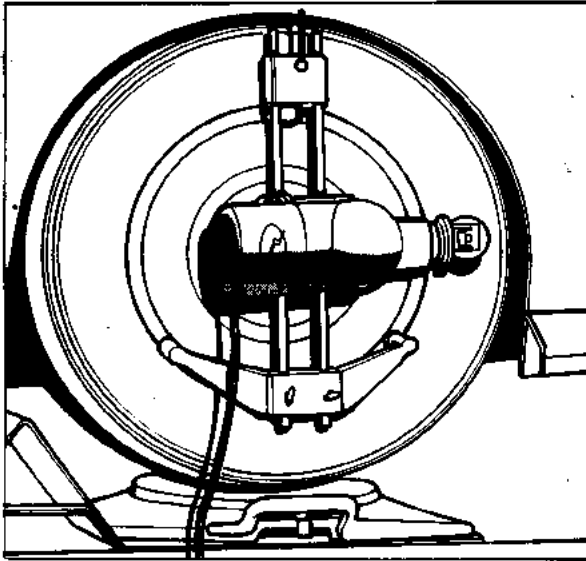

Fig. 1
- Plaats de wielen op draaischijven en breng de uitlijnapparaat aan (fig.1).